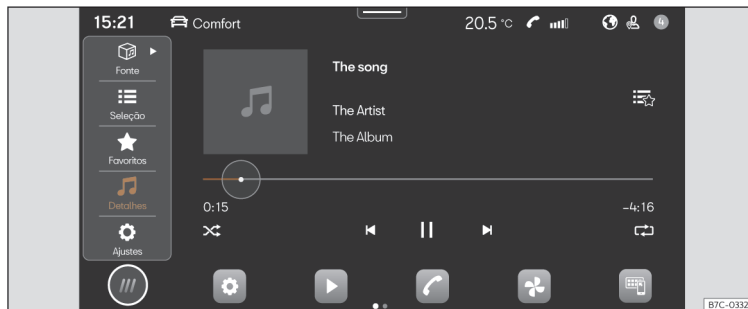

Fig. 153 Esquema: Vista Multimédia.
- Pressione HOME > ► >>> **Fig. 153**.